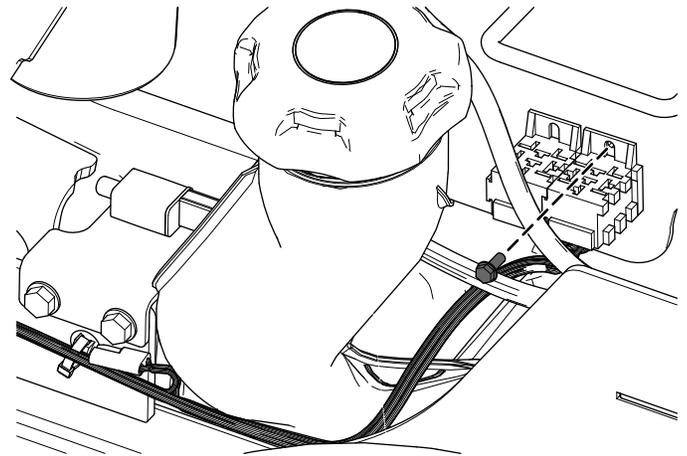

Figura 16
4. Sujete el arnés de cables cerca de los relés usando el tornillo autorroscante Taptite (Figura 16).